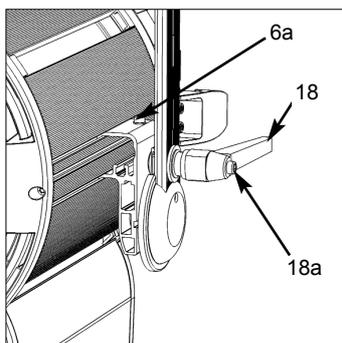

Abb. 3 / figure 3
- Bei Lieferung befindet sich der Haltebügel (2) in Ausgangsposition (Bügel umschließt Linse).
- Schrauben an der Bügelhalterung (6a, Abb. 3) beidseitig mit Torx-Schraubendreher Nr. 25 leicht lösen, Bügel bis zur Linsenfassung (12) vorziehen.
- Klemmhebel (18) lockern und Haltebügel nach oben schwenken.
- Zur Einstellung des idealen Schwerpunkts Haltebügel mittig zur Markierung "Centre" (17) verschieben. Ziehen Sie dann die Schrauben an Bügelhalterung (6a) wieder fest.
- Schwenken Sie nun den Haltebügel in die gewünschte Neigeposition. Klemmhebel wieder festziehen. Zur besseren Bedienbarkeit lässt sich die Position des Klemmhebels durch Drücken des Knopfs am Klemmhebel (18a, Abb. 3) verändern.
- Den Stativzapfen (1) auf die Bohrung im Haltebügel aufsetzen, Schraube mit Scheibe und Federring eindrehen und mit Drehmomentschlüssel auf **50Nm** festziehen.
- On delivery the stirrup (2) is tilted to the front.
- Slightly loosen the screws in the stirrup bearing (6a, figure 3) on both sides with the No. 25 torque wrench and pull it towards the lens door (12).
- Loosen the tilt lock lever (18) and tilt the stirrup upwards.
- In order to position the stirrup at the ideal balance point move it to the center marking (17) on the side of the lamphead. Then tighten the screws at the stirrup bearing (6a).
- Tilt the stirrup to the desired angle and tighten the tilt lock lever. For better leverage, press the knob (18a, figure 3) on the tilt lock lever and turn the lever into the desired position.
- Place the spigot (1) onto the boring in the stirrup, insert the screw with washer and spring washer and fasten it with the torque wrench to **50Nm / 37 foot pounds of torque**.